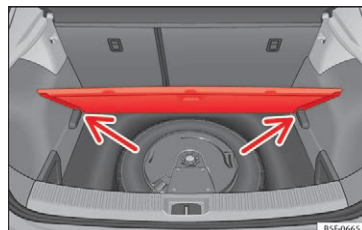

Fig. 180 Bagagerum: variabel bagagerumsbund
- Læg bagagerumsbunden på de dertil beregnede holdere »» Fig. 180 (pile).